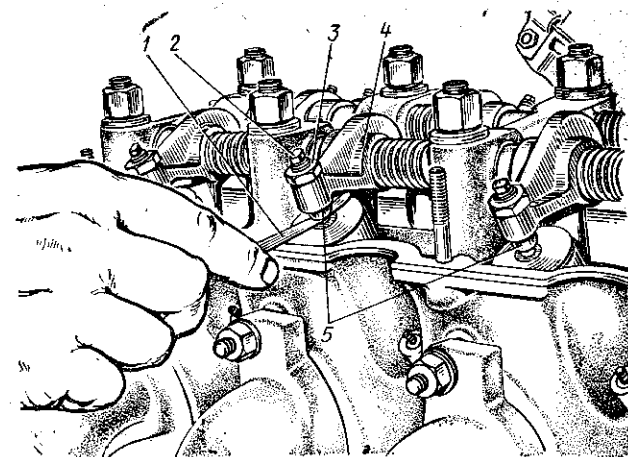

Рис. 51. Проверка зазора между торцами наконечника нажимного болта коромысла и стержня клапана:
3. Проверьте плоским щупом 1 (рис. 51) зазоры между торцами наконечников 5 и стержней клапанов первого цилиндра.
6. Проверьте плоским щупом 1 (рис. 51) зазоры между торцами наконечников 5 и стержней клапанов первого цилиндра.
7. Проверьте плоским щупом 1 (рис. 51) зазоры между торцами наконечников 5 и стержней клапанов первого цилиндра.
8. Проверьте плоским щупом 1 (рис. 51) зазоры между торцами наконечников 5 и стержней клапанов первого цилиндра.
9. Проверьте плоским щупом 1 (рис. 51) зазоры между торцами наконечников 5 и стержней клапанов первого цилиндра.
10. Проверьте плоским щупом 1 (рис. 51) зазоры между торцами наконечников 5 и стержней клапанов первого цилиндра.